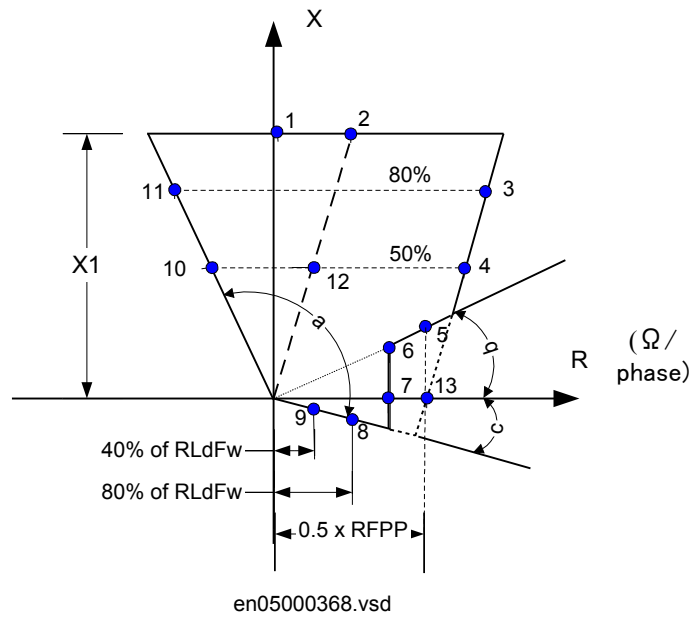

Figure 55: Caractéristique de protection de distance avec les points d'essai pour les mesures phase-phase
Le tableau 21 est utilisé conjointement à la figure 55.
2. Appliquer la condition de défaut et diminuer lentement l'impédance pour atteindre la valeur de fonctionnement correspondant à un défaut phase-phase en limite de zone 1, conformément au point d'essai 1 à la figure 55 et au tableau 21. Comparer le résultat de la mesure avec la valeur de consigne.